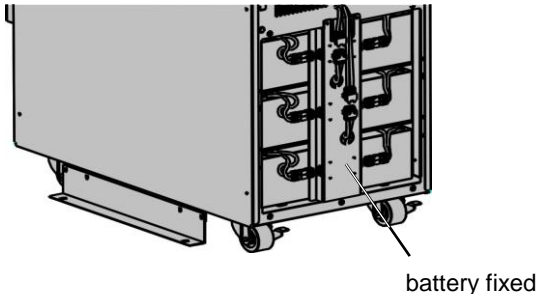

Fig. 8-2 Easy for Battery Replacement -Step 2
- 2) Rozłącz złącze DC battery pack i usuń stałą osłonę baterii. Zobacz Fig. 8-2.